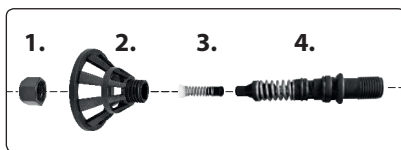

Abb. 7
4. Mit der Verdünnung reinigen Sie die Düse (Teil 1 auf der Abb. 7) und dann stechen Sie mit Hilfe der mitgelieferten Nadel die Öffnung(en) sowohl im Teil 1, als auch im Teil 3 auf der nachstehenden Abb. 7 durch. Für den Zugang zu den Öffnungen im Teil 3 muss der Teil 1 mit Hilfe des mitgelieferten Flügelschlüssels abgeschraubt werden.
5. Falls auch der Innenbereich der Pistole verunreinigt ist, muss dieser Bereich nach dem folgenden Schema (Abb. 7) demontiert werden und sämtliche Teile müssen mit einer geeigneten Verdünnung und Textilie gereinigt und ggf. muss auch die Nadel zum Durchstechen der Öffnungen verwendet werden. Der Teil 3 ist lose - herausnehmbar, nachdem der Teil 1 abgeschraubt wurde, und der Teil 4 wird als nachfolgender kompletter Teil herausgenommen; zu seiner Demontage muss ggf. eine Zange verwendet werden, man darf jedoch nicht das vordere Gewinde beschädigen. Verwenden Sie zum Schutz vom Gewinde am Teil 4 einen Lappen, in den Sie das Gewinde vor der Demontage einwickeln. **Falls Sie Anstrichmittel auf Wasserbasis verwenden, muss der Teil 4 immer herausgenommen und nach der Reinigung am besten mit einem heißen Luftstrahl oder einem Stück Stoff abgetrocknet und ordnungsgemäß ausgetrocknet gelassen werden, damit etwaige Korrosion vermieden wird.**
6. Benetzen Sie den Korpus, die Feder und den Kolben (Abb.7, Teil 3 und 4) leicht mit Schmieröl (z. B. für Nähmaschinen).